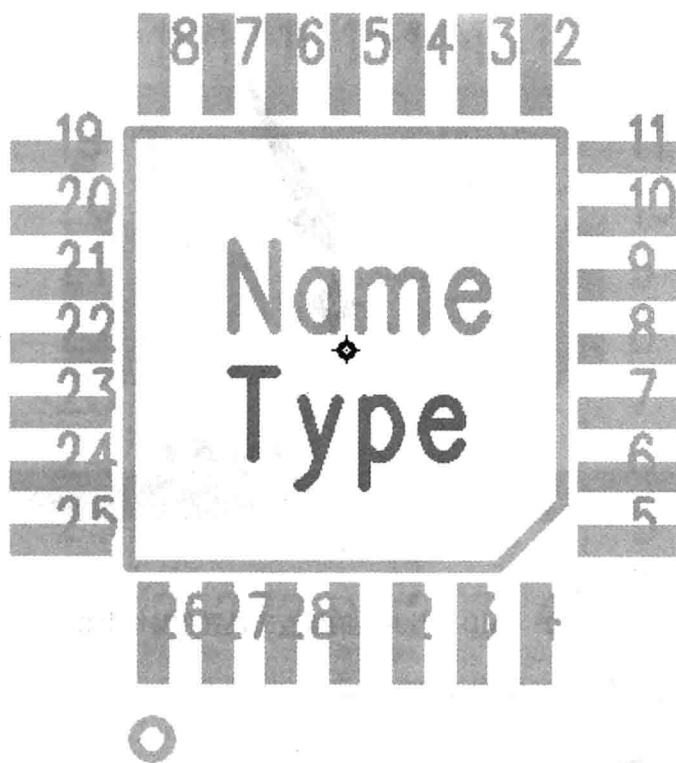
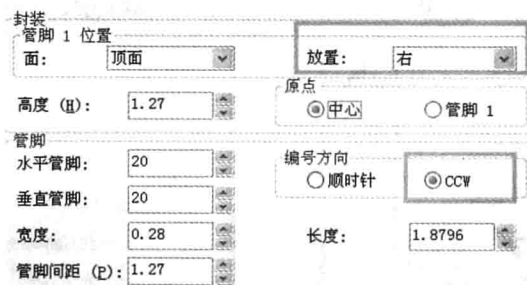

图 4-94 错误的引脚排列
图 4-95 解决方法
(5) 注意引脚排列顺序。错误的引脚排列如图 4-94 所示。解决方法如图 4-95 所示，在封装向导中更改引脚 1 的放置方式为“右”和“CCW”（逆时针）。